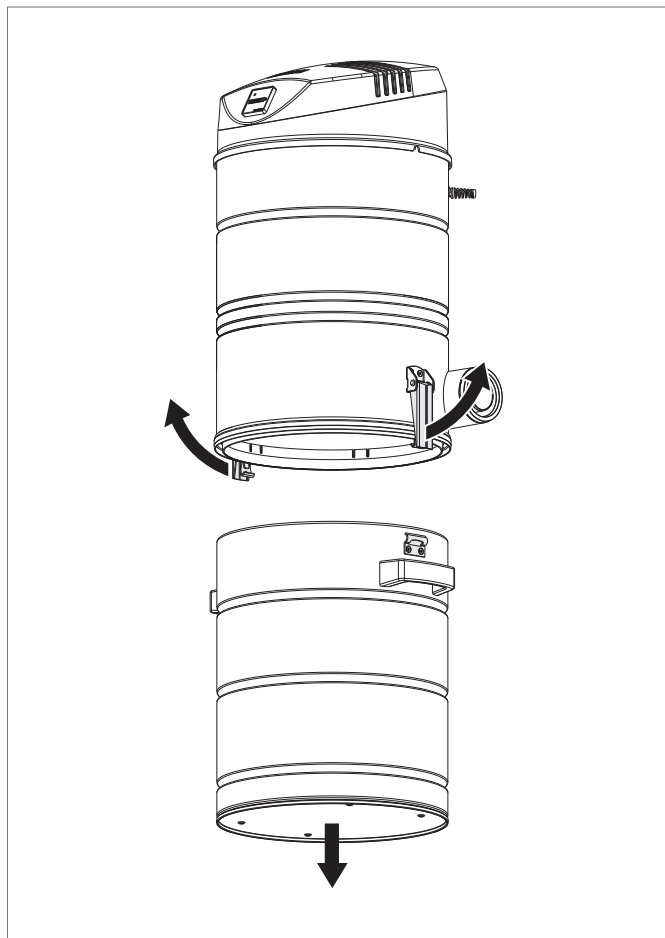

Рис. 8-1 Снятие пылесборника
- 3 Открыть оба замка (см. рис. 8-1).
- 2 Открыть замки на центральном пылесосе, снять пылесборник и поставить под центральным пылесосом (см. рис. 8-1, стр. 90).